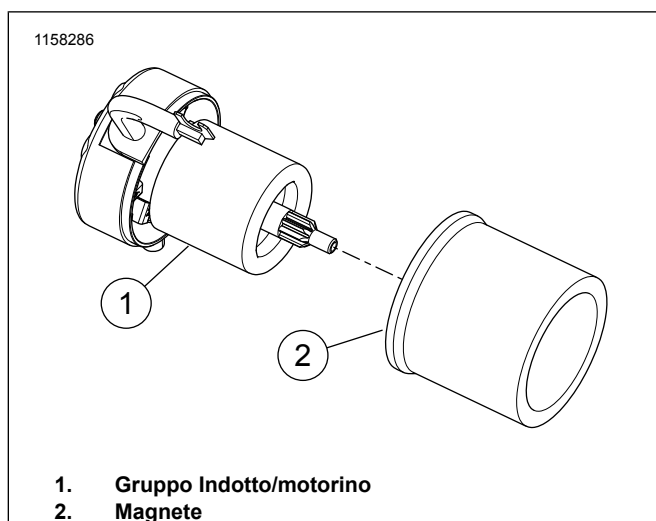

Figura 4. Magnete - Indotto
11. Figura 4 Rimuovere il magnete dal vecchio indotto.
16. Figura 4 Installare il nuovo gruppo del motorino (1) nel magnete (2).